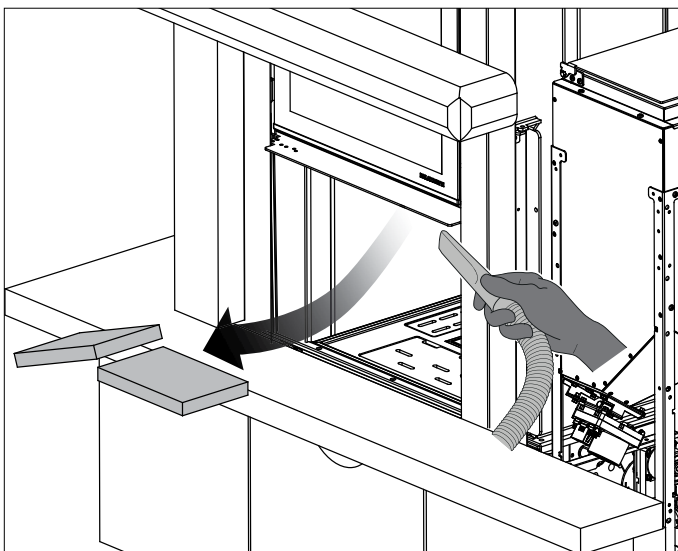

fig. 6.1
- Abra la puerta del fogón y saque los dos paneles superiores de magnofix (fig.6.1)